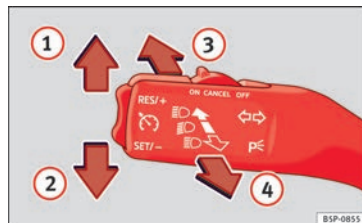

Bild 60 Blinkers- och helljusspak
- För spaken hela vägen upp » » bild 60 ① för att blinka **höger**, och hela vägen ner ② för att blinka **vänster**.
- Om halvljus är tända, tryck spaken framåt » » bild 60 ③ för att slå på helljusstrålkastarna.
- Tryck spaken mot ratten » » bild 60 ④ för att stänga av helljuset.